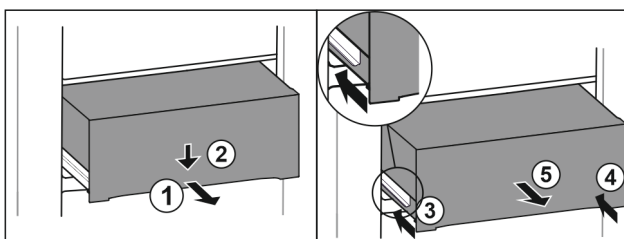

Fig. 168
- ▶ Træk skuffen halvt ud. Fig. 168 (1)
- ▶ Tryk skuffen ned på forsiden. Fig. 168 (2)
- ▶ Skub venstre skinne ca. 2 cm ind. Fig. 168 (3)
- ▶ Skub højre skinne ca. 2 cm ind. Fig. 168 (4)
- ▶ Tag skuffen ud fremefter. Fig. 168 (5)